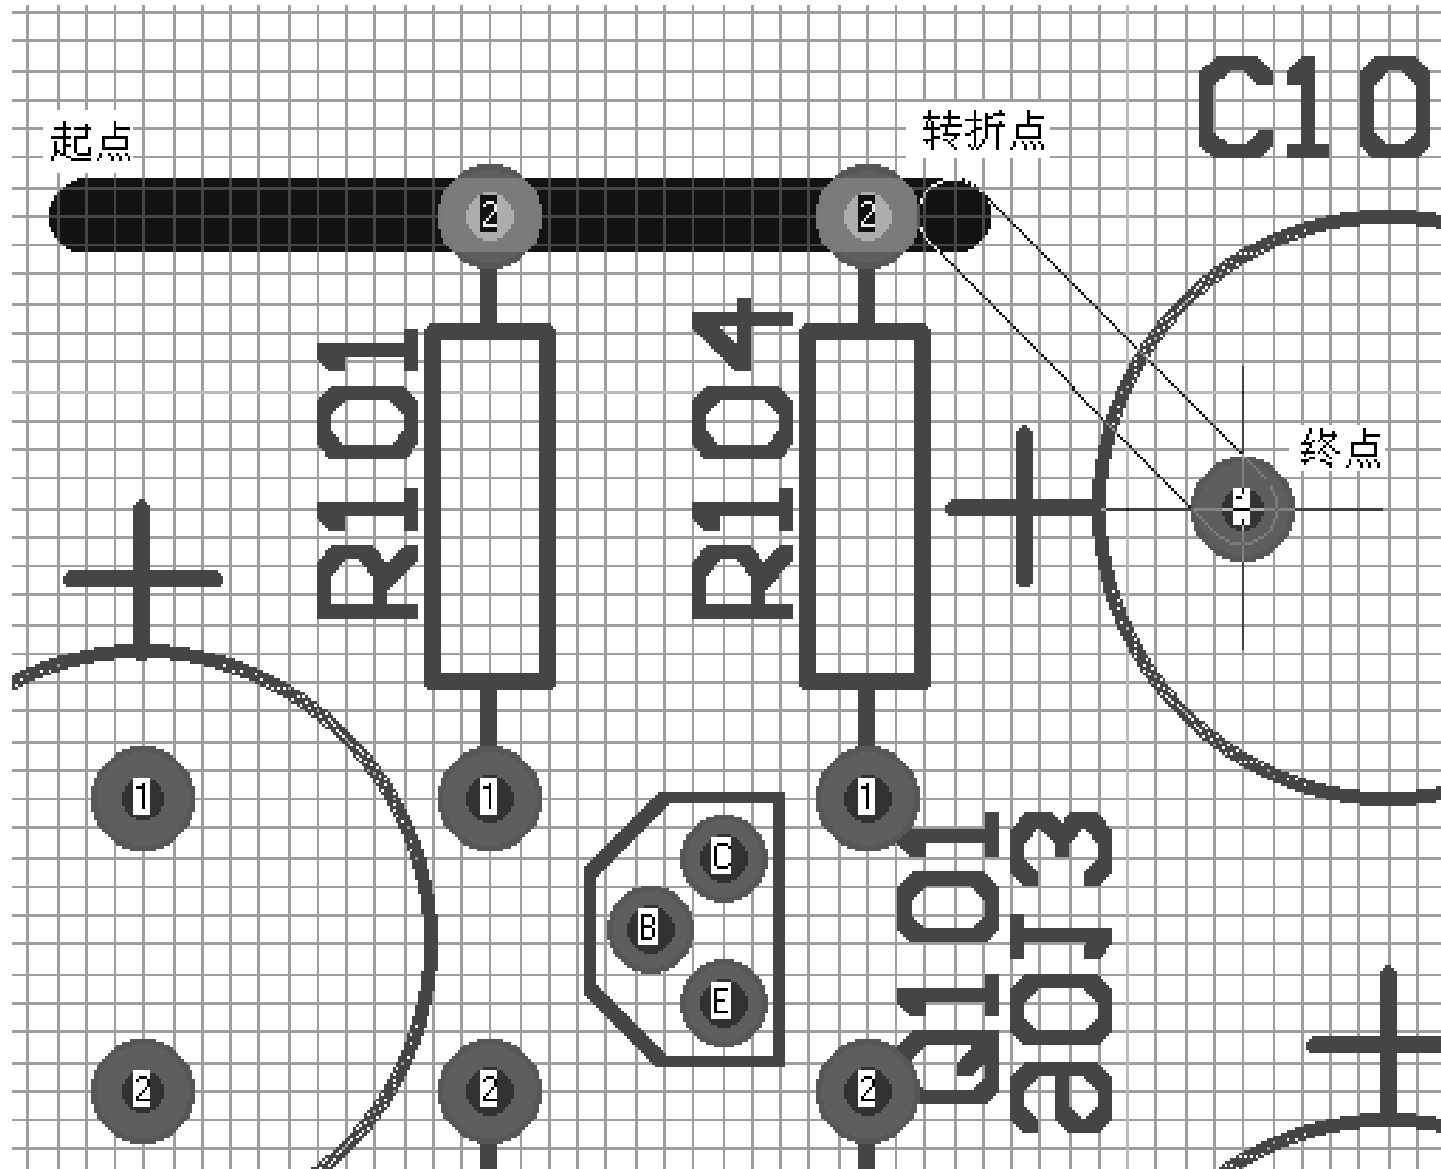
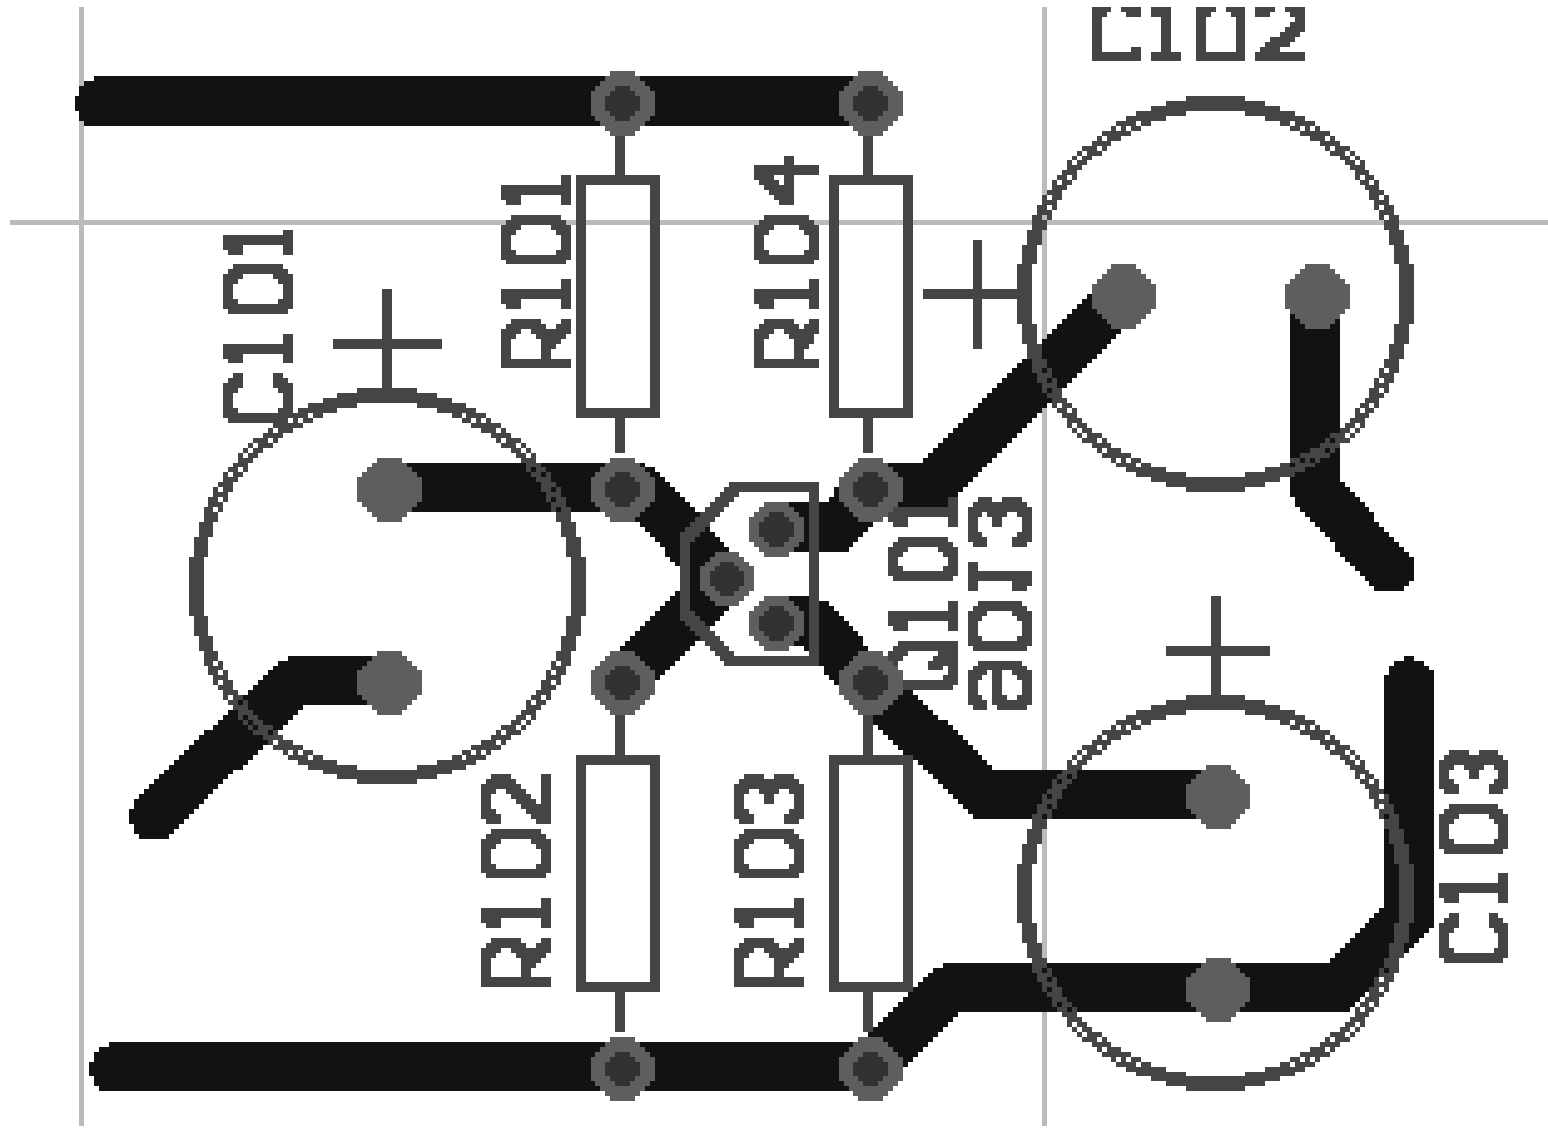

图5-20 在焊锡面上绘制的一条导线
图5-21 完成连线后的印制板
(4) 将光标移到连线的起点，单击鼠标左键固定，移动光标到印制导线转折点，单击鼠标左键固定，再移动光标到印制导线的终点，单击鼠标左键固定，再单击右键终止（但这时仍处于连线状态，可以继续放置其他印制导线。当需要取消连线操作时，必须再单击鼠标右键或按下Esc键），即可画出一条印制导线，如图5-20所示。连线结束后的印制板如图5-21所示。
下面以在图5-21中增加电源/地线连接盘、输入/输出信号连接盘为例，介绍放置、编辑焊盘的操作方法：